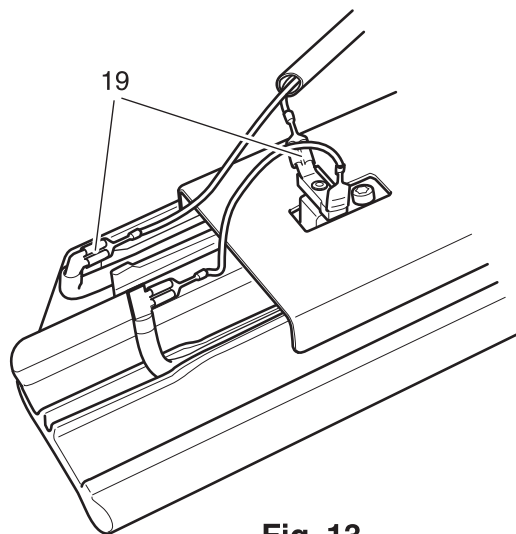

Fig. 13
- Den Heizschuhständer aufsetzen, wobei auf die Vollzähligkeit der Isolierkappen (vorne 4 und hinten 5 Stück) zu achten ist (Fig. 13).